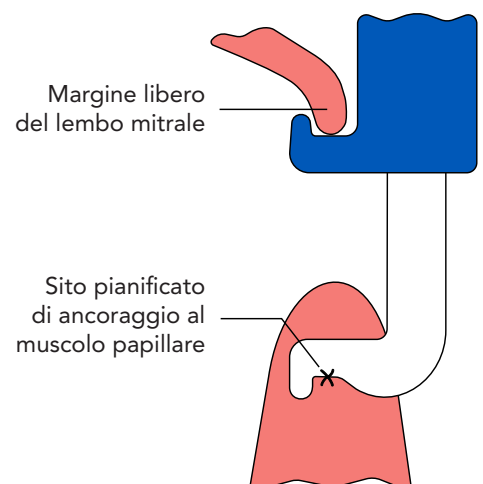

Figura 2:
- Utilizzare il cursore per estendere il gancio papillare fino al sito pianificato di ancoraggio al muscolo papillare, come illustrato nella Figura 2.